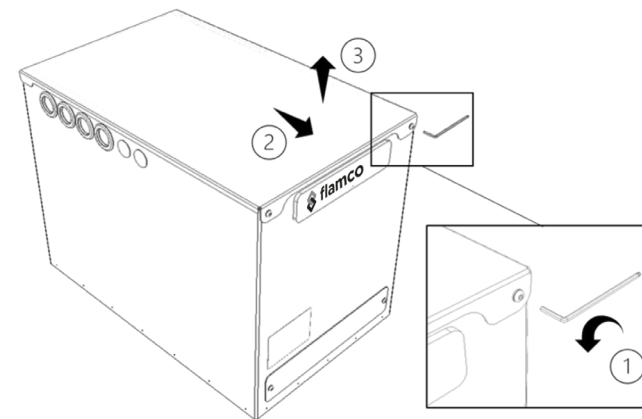

Abbildung 6 - Abnehmen des Deckels der Flextherm Eco G2 D Wärmebatterie
- Entfernen Sie den Deckel. Der Deckel ist vorne mit 2 x M5-Kopfschrauben und hinten mit zwei Passstiften gesichert (Abbildung 6):
- o (1) Entfernen Sie die 2 x M5-Kopfschrauben mit 3mm-Sechskant und legen Sie sie beiseite.
- o (2) Schieben Sie den Deckel nach vorne, (3) heben Sie den Deckel an und legen Sie ihn beiseite.